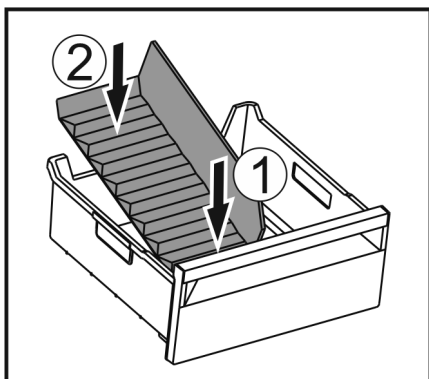

Fig. 121
- Vložte prednú časť oddelovača zásuvky na ľad. Fig. 121 (1)
- Spustite zadnú časť oddelovača zásuvky na ľad až na dno zásuvky. Fig. 121 (2)